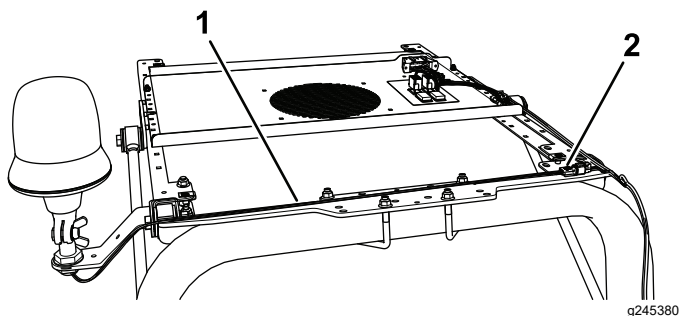

Figura 10
7. Collegate il connettore sul cablaggio preassemblato della luce di segnalazione nel connettore sul cablaggio del pannello interruttori (Figura 10).
8. Instradate il cablaggio preassemblato della luce di segnalazione come illustrato nella Figura 10 e fissatelo con fascette per cavi.